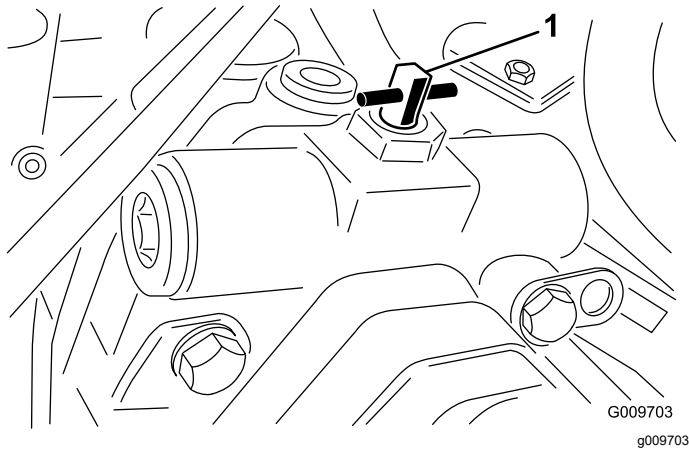

图 40
3. 将旁通阀向任一方向旋转 90° 1/4 圈打开旁通阀让液压油在内部分流 图 40。
2. 将旁通阀向任一方向旋转 90°¼ 圈打开旁通阀让液压油在内部分流 图 40。